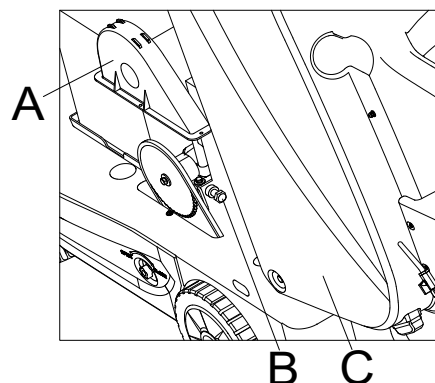

Figure 41
5. Lorsque la roue arrière est desserrée, ouvrez le couvercle (C, figure 41) et le couvercle de la chaîne de la roue (A, figure 41), ajustez la vis de réglage de la chaîne de la roue (B, figure 41) afin de vous assurer que la chaîne de la roue est correctement serrée.